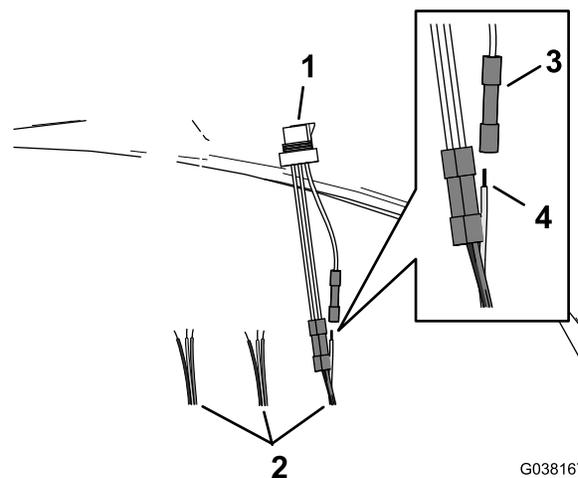

Figure 34
2. Insérez le câble du faisceau DIN dans le connecteur à épissure bout à bout de l'adaptateur à 3 broches (Figure 34).